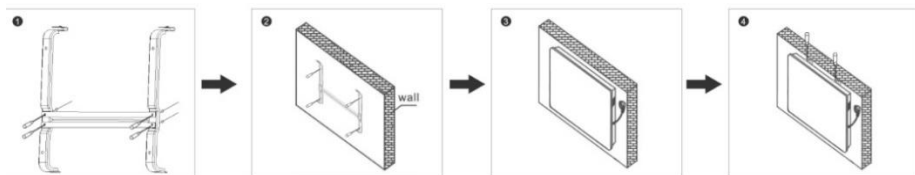

Рис. 2 Установка на стену
3. Закрепите кронштейн на стене с помощью крепежа, входящего в комплект поставки. Просверлите отверстия необходимого диаметра по меткам крепления, вставьте дюбели, приложите кронштейн и закрутите шурупы, закрепив тем самым кронштейн на стене. **(Рис.2, пп.1,2)**
4. Подвесьте прибор на кронштейн, совместив кронштейн и отверстия в задней панели прибора. **(Рис.2, п.3)**
5. Затяните винты на верхней части кронштейна, чтобы зафиксировать конвектор. **(Рис.2, п.4)**